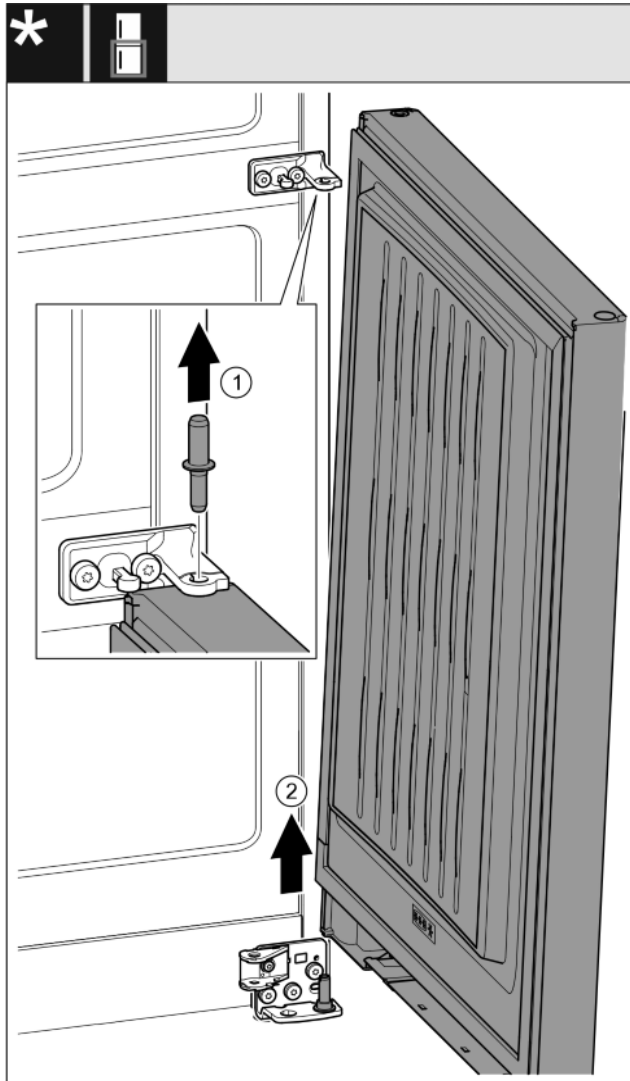

Fig. 19*
- ▶ Izvucite svornjake prema gore.* *Fig. 19 (1)*
- ▶ Podignite vrata, povucite ih prema gore i stavite ih na stranu.* *Fig. 19 (2)*